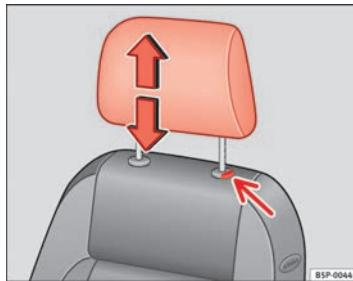

Fig. 71 Ajuste o desmontaje del apoyacabezas
- Pulse la tecla ⇒ fig. 71 (flecha).